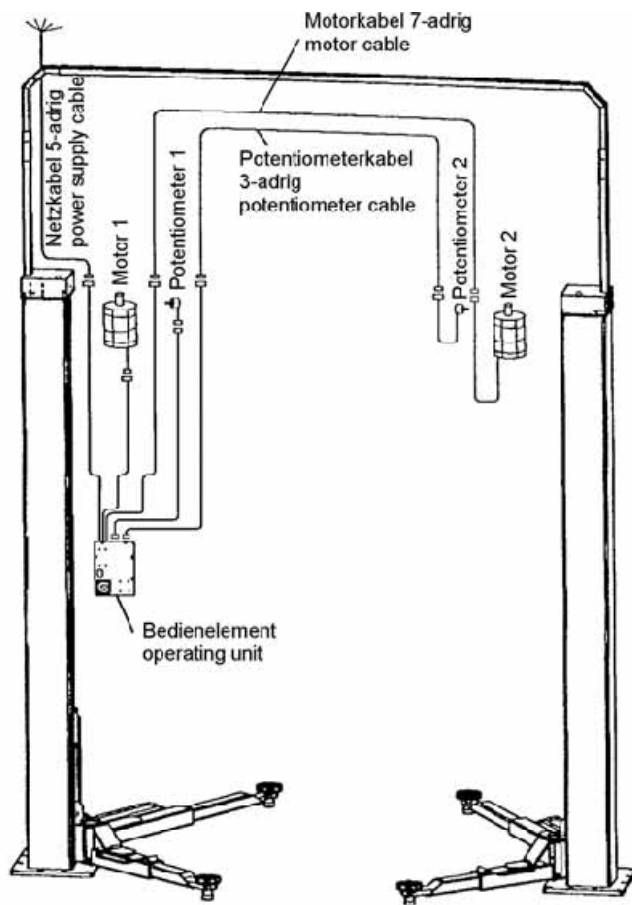

Рис. 23 Прокладка кабелей в поперечине
- Кабель в соответствии с рис. 23 пропустите через траверсу и соедините соответствующие штекеры.